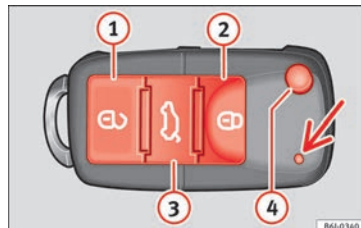

Bild 50 Tilldelning av knapparna på fjärrkontrollsnickeln.
Genom att använda knappen **4** » **bild 50** på fjärrkontrollen fälls nyckeln ut.
Låsa upp bilen **2** » **bild 50** **1**.
Låsa bilen **1** » **bild 50** **2**.
Låsa upp bakluckan. Tryck på knappen **3** » **bild 50** **3** tills alla blinkers på fordonet blinkar kort. När upplåsningssknappen **3** trycks in, har du 2 minuter på dig att öppna dörren. När den tiden har passerat låses den igen.
Dessutom kommer nyckelns batteriindikator att » **bild 50** (pil) blinka.
Om knappen **2** » **bild 50** **1** trycks ner en gång låses förardörren upp, resterande dörrar förblir låsta.
Tryck på knappen **2** » **bild 50** **1** två gånger för att låsa upp alla dörrar.
- Tryck på  » bild 50 knappen på fjärrkontrollen.